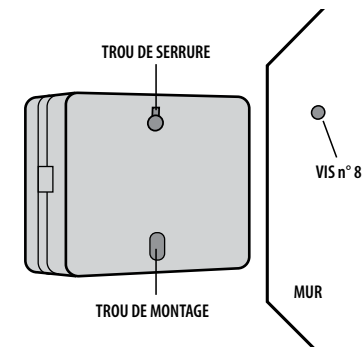

Figure 12b: Montage de la minuterie d'arrosage
- Faites glisser la fente en forme d'entrée de clé située au dos de la minuterie sur la vis qui sort du mur. [Voir figure 12b]